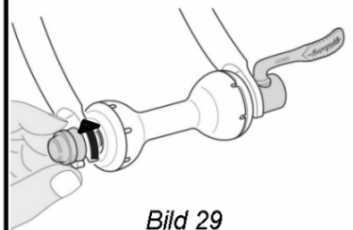

Bild 29
- Wegen der Ausfallsicherung beim Vorderrad die Mutter des Schnellspanners einige Umdrehungen aufdrehen, **Bild 29**.